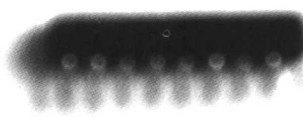

图 1-3 排电阻
(3) 保险电阻。保险电阻具有双重功能，在正常情况下具有普通电阻的电气特性，一旦电路中出现过压、过流或某个元器件损坏，保险电阻就会在规定的时间内熔断，从而达到保护其他元件的目的。
(4) 线绕电阻。线绕电阻是用康铜丝或锰铜丝缠绕在绝缘骨架上制成的，而线绕可调电阻主要用在各种低频电路的电压或电流调整。有些车型的自动变速器电脑中就用到了一种白色的固定线绕电阻，起着限压限流作用。线绕电阻具有耐高温、精度高、功率大等优点，但其高频特性差，这主要是由于其分布电感较大。线绕电阻广泛应用于低频的精密仪表中。
(5) NTC 和 PTC 热敏电阻。NTC 热敏电阻是一种具有负温度系数的热敏元件，其阻值随温度升高而减小，可用于稳定电路的工作点。PTC 热敏电阻是一种具有正温度系数的热敏元件。在达到某一特定温度前，电阻值随温度升高而缓慢下降，当超过这个温度时，其阻值急剧增大，这个特定温度点称为居里点。PTC 热敏电阻的居里点可通过改变其材料中各成分的比例而变化。汽车电子控制系统中的水温传感器、空气温度传感器用的都是热敏电阻。
(6) 光敏电阻。光敏电阻是一种电导率随着吸收的光量子多少而变化的敏感电阻。它是利用半导体的光电效应特性制成的。其电阻值随着光照的强弱而变化。光敏电阻主要用于各种自动控制、光电计数、光电跟踪和照相机的自动曝光等场合。
(7) 其他敏感电阻。湿敏电阻、磁敏电阻、气敏电阻、力敏电阻、压敏电阻等敏感电阻在汽车领域中广泛应用，很多汽车电脑中并接在电源电路上的压敏电阻。在汽车空调系统中也用到了光敏电阻和湿敏电阻。
(8) 排电阻。在汽车电脑中还经常用到排电阻，见图 1-3。它是一种将按一定规律排列的分立电阻器集成在一起的组合型电阻器，也称集成电阻器。排电阻有单列式 (SIP) 和双列直插式 (DIP) 两种结构，其中单列式用得最多。排电阻具有体积小、安装方便等优点，在各种电子电路中与大规模集成电路 (如 CPU 等) 配合使用。内部电阻器的排列有多种形式，常用的几种见图 1-4。排电阻适合用在多个电阻阻值相同，而且其中的一个引脚都连在电路的同一位置的场合。排电阻比分立电阻体积小，安装方便，但价格也稍贵。